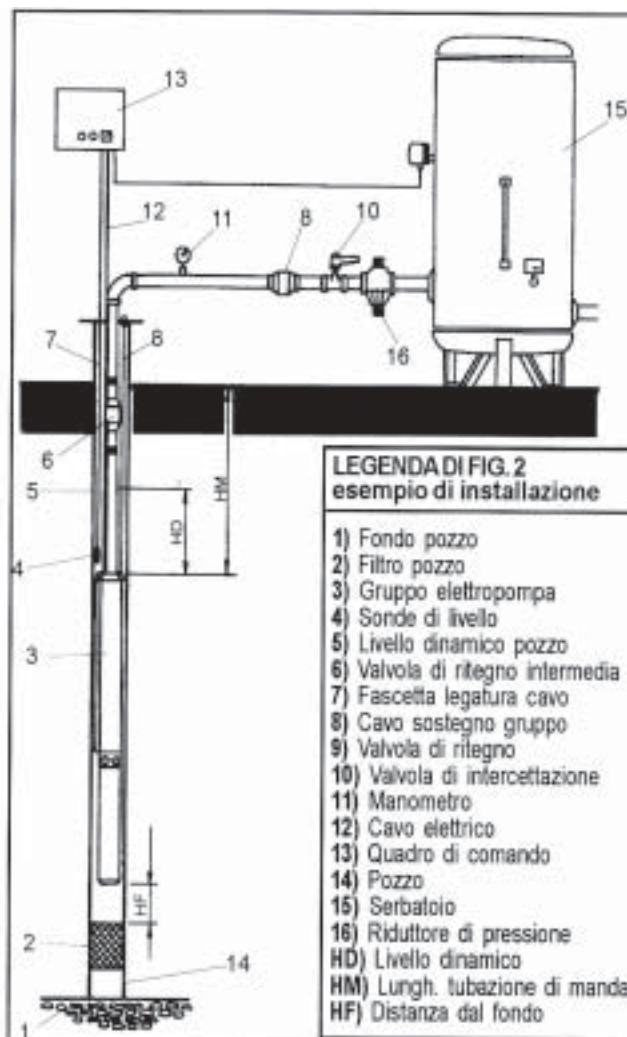

Fig. 2
### РАЗДЕЛ 5 - УСТАНОВКА ЭЛЕКТРИЧЕСКОГО НАСОСА (см. рис. 2)
**LEGENDA DI FIG. 2**
**LEGEND FOR FIG. 2**